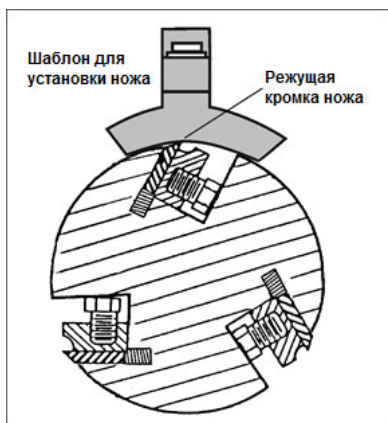

Рис. 13-2
8. Установите на ножевой вал шаблон для установки ножей и отцентрируйте его по ножу, как показано на Рис. 13-2. Убедитесь, что подошва шаблона плотно сидит на валу, а его ручка параллельна ножевому валу. В этом положении шаблон фиксирует нож на нужной глубине.